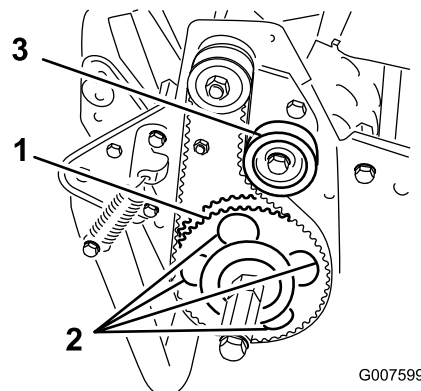

Figura 51
7. Ruotate la puleggia condotta finché i fori non sono allineati con le 4 viti a testa flangiata del cuscinetto a rulli (Figura 51).
11. Regolate la tensione della cinghia e serrate la vite di montaggio della puleggia tendicinghia (Figura 51).